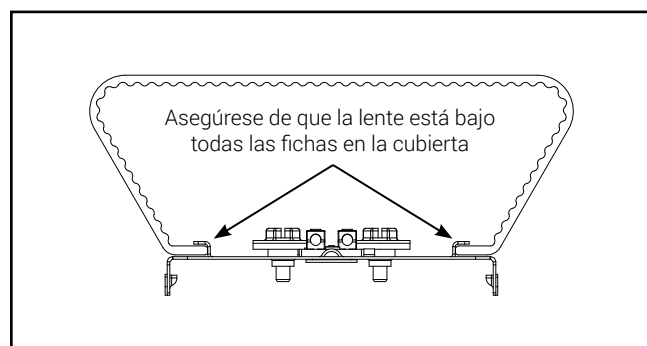

Figura 5.
6. Coloque la nueva lente deslizándola por debajo de todas las fichas de la cubierta para asegurarse de que la lente quede bien sujeta (Figura 5).